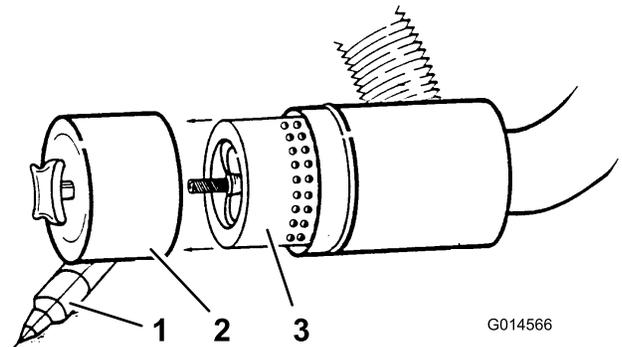

Figura 35
3. Retire e substitua o filtro (Figura 35).